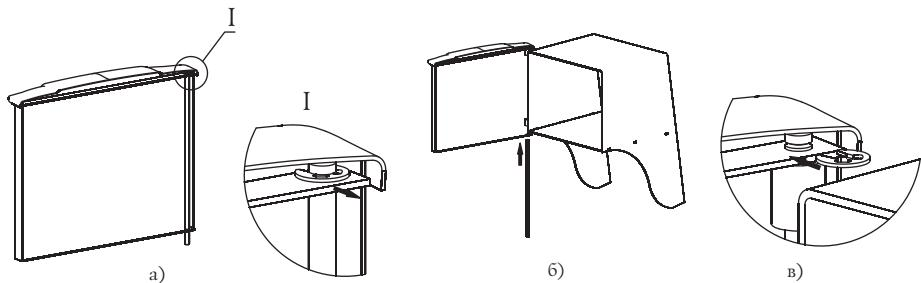

Рисунок 7. Установка дверцы при монтаже печи «Ангара 2012»
- Извлеките ось из дверцы, предварительно сняв упорную быстросъемную шайбу, рисунок 7.а;
- Вставьте ось через отверстия снизу вверх, с расположением канавки под шайбу в верхней части оси, рисунок 7.б;